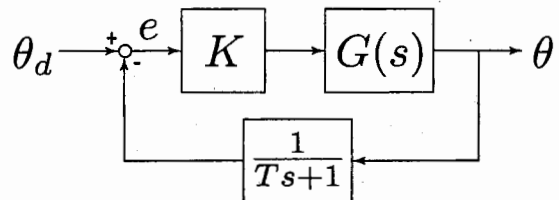

図 2-4: フィードバック制御系 2
- (5) 図 2-4 に示すように、フィードバック制御系 1 のフィードバックループの途中にノイズ除去のために一次遅れフィルタを挿入した新たなフィードバック系を考え、これをフィードバック系 2 とする。フィルタの時定数を $T = 0.1[\text{s}]$ としたとき、このフィードバック系 2 が安定となる K の範囲を求めよ。